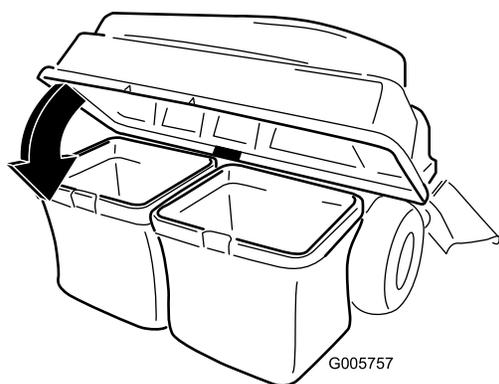

Figura 9
- Abbassate il coperchio sul cesto (Figura 9).